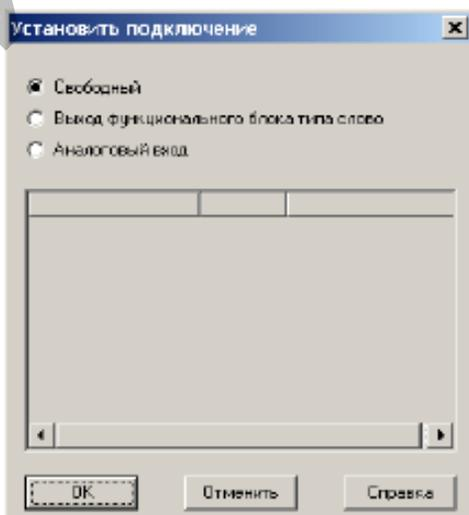

Рисунок 6.21 – Окно установить подключение
- **Аналоговый вход:** Показывает значение аналогового входа. Выберите порт аналогового входа. Завершив подключение, щелкните на кнопке “OK”(рисунок 6.21).